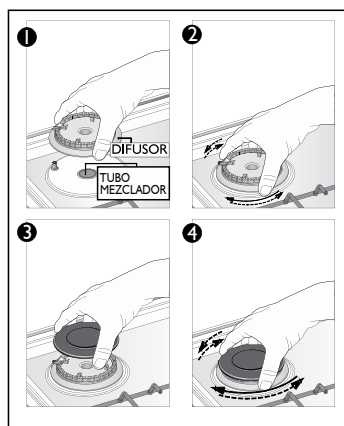

Figura 21
- Antes de encender las fuentes de calor, verifique la posición correcta del difusor y la tapa de la fuente de calor, éstas deben ser concéntricas (Ver figura 21).